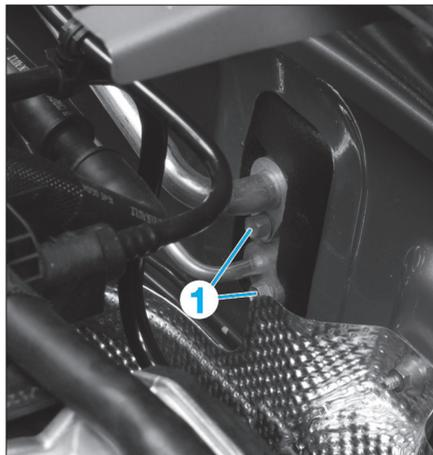

Fig. 15
- Déposer les vis (1) puis écarter les tuyaux (Fig.15).